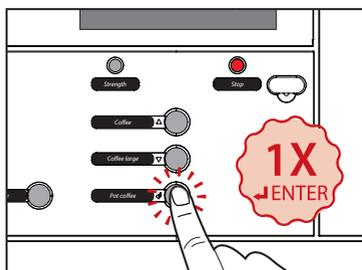

図6
5. **ENTER (確定)** を押すと、クリーニングの手順を続行します (図6を参照)。ディスプレイには以下が表示されます。